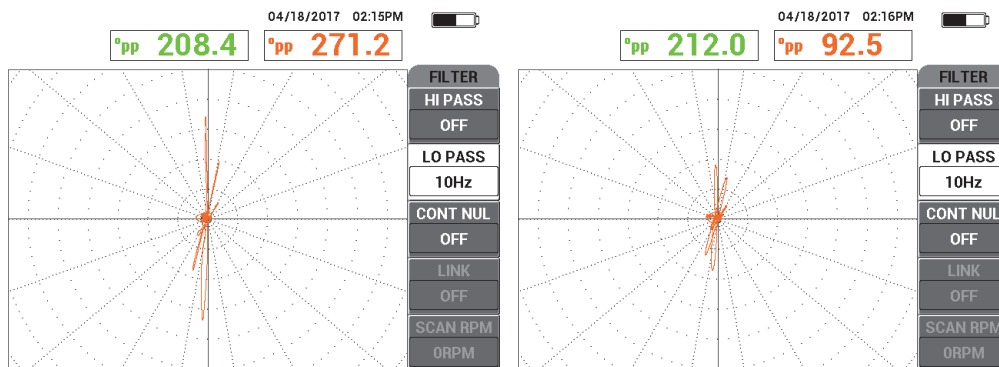

図 5-204 10 Hz ローパスフィルターでのスキャン (左) とスキャン速度が速すぎる場合 (右)
- チューブの欠陥をスキャンします (276 ページの図 5-204 参照)。